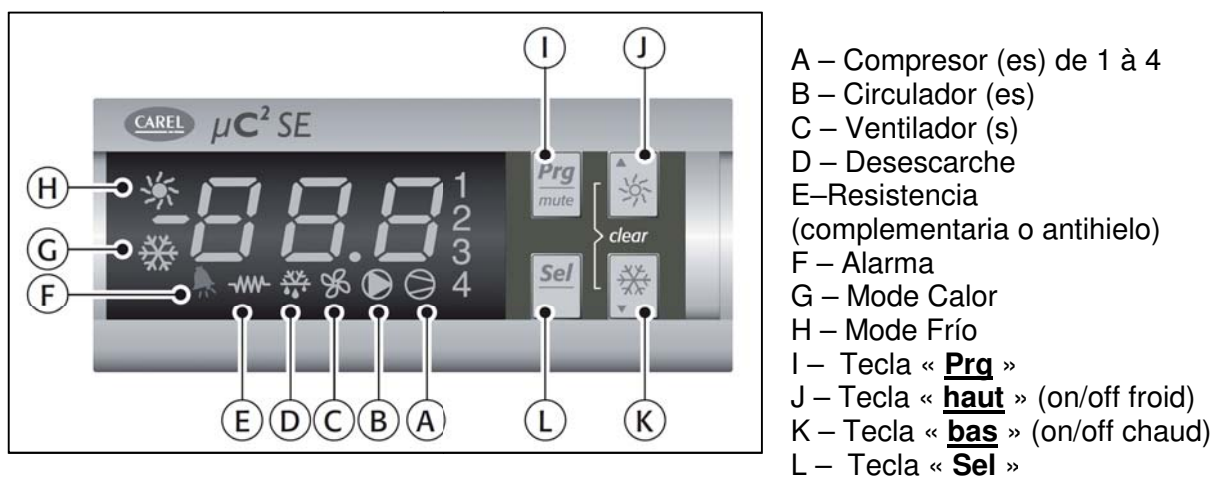

Figura 6 : Vista de cara al regulador
- Para **activar o desactivar el modo calor**, presionar durante 5 segundos sobre la tecla “felcha baja” (ver Figura 6, referencia K)
- Para **activar o desactivar el modo frío**, presionar durante 5 segundos sobre la tecla “felcha alta” (ver Figura 6, referencia L)